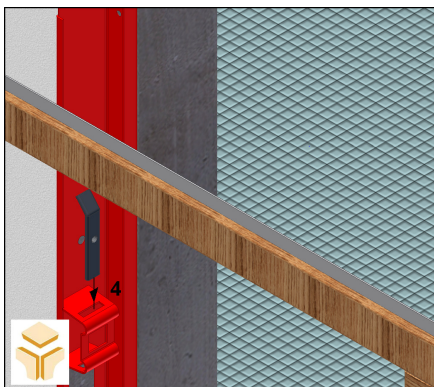

Fig. 2.1.1 – D1 Colocação de estafas (4)
Antes de instalar o aro, remova a travessa anti-torção que se encontra na parte inferior do mesmo. Enfiar as 8 estafas nos maciços (4). Assentar o aro (5) encostando todo à parede interior. Deverá verificar que os furos (nos embutidos) para aperto do aro ao pré-aro estão posicionados com os maciços e as estafas (ver figs. 2.1.1, 2.1.2).